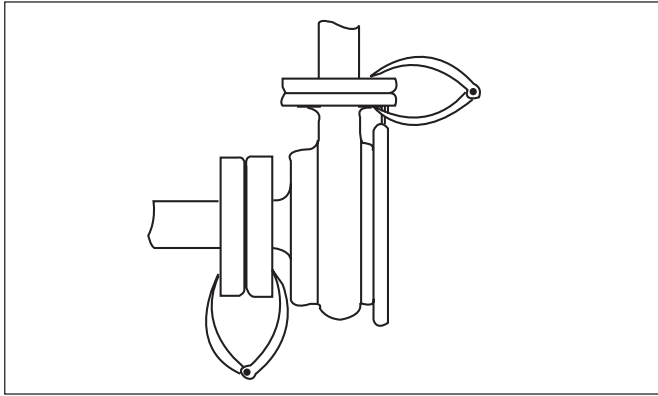

Figura 2
- La alineación angular de las bridas se puede lograr mejor usando calibradores en los lugares de los pernos (vea la Figura 2).